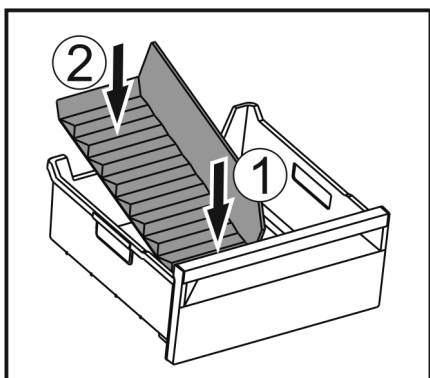

Fig. 100
- Vstavite sprednji del pregrade predala za led. Fig. 100 (1)
- Zadnji del pregrade predala za led spustite do dna predala. Fig. 100 (2)